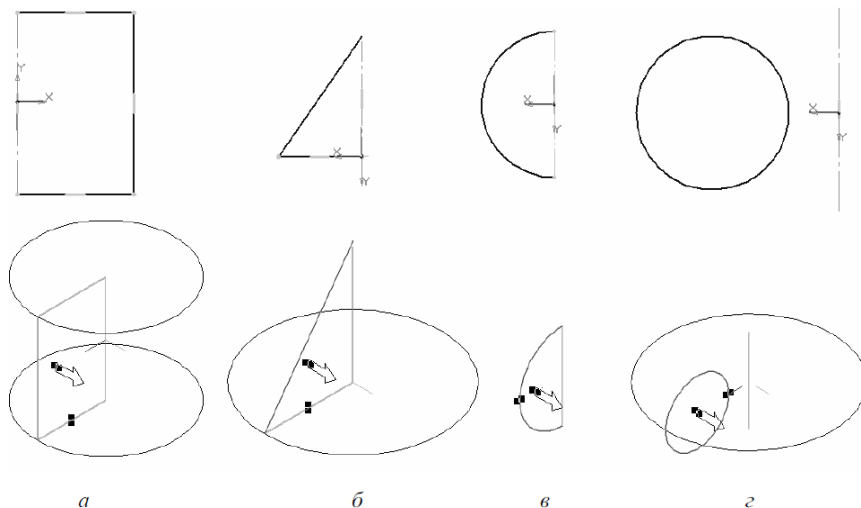

Рис. 2.
**Задание 2.** В программе Компас-3D создать модели цилиндра, конуса, шара и тора с помощью операции вращения (рис. 2). Размеры произвольные.